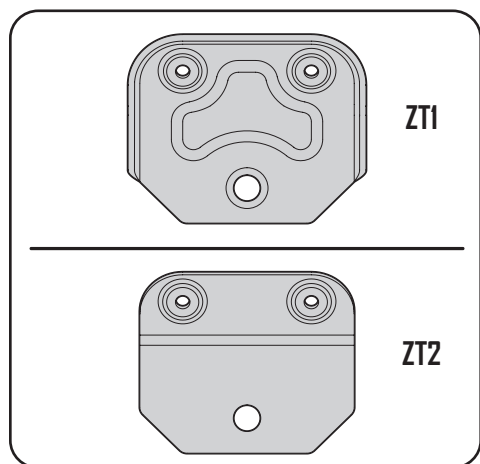

Figure 4-6
2. Installez le support de fixation vertical sur la plaque de fixation du tracteur en l'accrochant sur l'ensemble de fixation comme montré à la Figure 4-6.
3. Fixez le support de fixation droit à l'ensemble de montage à l'aide d'un boulon à tête hexagonale (710-0376) et d'un contre-écrou d'épaulement (712-04063) provenant de la trousse de matériel 689-01419. Reportez-vous à la Figure 4-6.